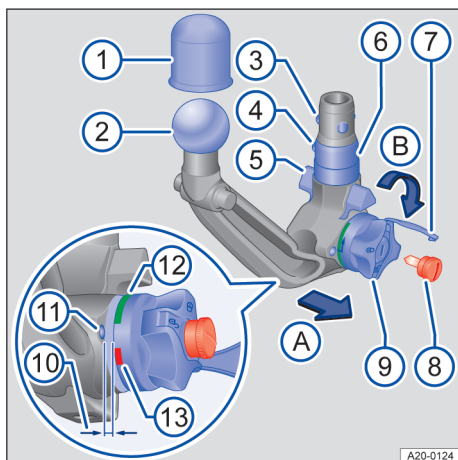

Fig. 157 Prezentare generală: Dispozitiv de remorcare detașabil.
4. Verificați dacă punctul de fixare, rozeta → fig. 157 ⑨, manșonul ⑥ și bilele de blocare ③ ale dispozitivului de remorcare sunt curate și nu sunt deteriorate → ①. Curățați-le după caz.
1. Apucați dispozitivul de remorcare → fig. 157 ② cu o mână, sub cupla sferică.
2. Scoateți capacul → fig. 157 ⑦ de pe încuietoare și introduceți cheia ⑧ în încuietoare.
3. Rotiți cheia → fig. 157 ⑧ în sens antiorar.
4. Cu cealaltă mână extrageți rozeta → fig. 157 ⑨ în direcția săgeții (A) și mențineți-o în această poziție → ▲.
5. Rotiți rozeta → fig. 157 ⑨ până se fixează, în direcția săgeții (B). Dispozitivul de remorcare este acum pretensionat. Marcajul roșu (13) de la rozetă trebuie să arate spre marcajul alb (11) de la dispozitivul de remorcare. Rozeta este vizibil detașată față de dispozitivul de remorcare. Există o fantă de cca. 4 mm (10).
6. Verificați dacă toate bilele de blocare → fig. 157 ③ intră complet în manșonul (6) dispozitivului de remorcare.
2. Apăsați cupla de tractare cu putere în sus, până când se fixează în poziție. Ambele elemente de centrare → fig. 157 ⑤ trebuie să se prindă în suporturile de pe autovehicul.
3. Rozeta → fig. 157 ⑨ se află acum în poziția inițială. Nu mai există nicio fantă între rozetă și dispozitivul de remorcare.
4. Rotiți cheia → fig. 157 ⑧ în rozetă în sens orar și extrageți-o.
5. Acum rozeta → fig. 157 ⑨ nu ar trebui să mai poată fi scoasă.
6. Montați capacul → fig. 157 ⑦ pe încuietoare și așezați cheia în caseta de depozitare.
1. Marcajul roșu → fig. 157 ⑫ de pe rozetă este în dreptul marcajului alb de pe dispozitivul de remorcare (11).
2. Rozeta → fig. 157 ⑨ trebuie să atingă dispozitivul de remorcare și nu trebuie să existe nicio distanță.
3. Scuturați sau trageți puternic în jos de dispozitivul de remorcare → fig. 157. Trebuie să fie bine fixată pe punctul de fixare → ▲.
4. Încuietoarea trebuie să fie încuiată și cheia → fig. 157 ⑧ scoasă.
5. Capacul încuietorii → fig. 157 ⑦ trebuie să acopere încuietoarea din rozetă.
- Dacă diametrul minim al bilei → fig. 157 ② este mai mic de 49 mm, nu utilizați niciodată dispozitivul de remorcare.